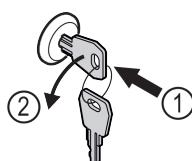

Fig. 167
- Vstavite ključ. Fig. 167 (1)
- Ključ obrnite v smeri proti urnim kazalcem za 90°. Fig. 167 (2)